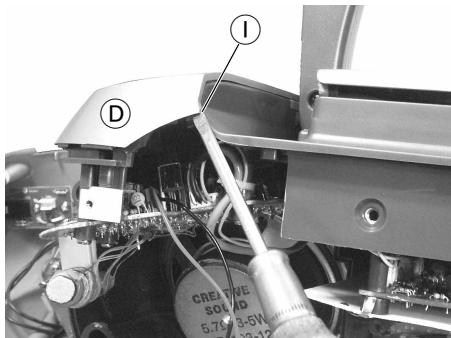
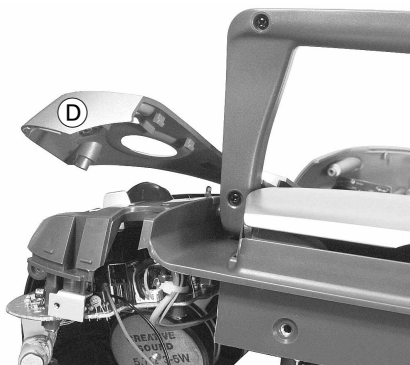

Fig. 6
Fig. 8
Die Abdeckungen werden durch Rastnasen gehalten und sind **zusätzlich** an den **markierten** Stellen **verklebt**. Abdeckungen (C) und (D) an den Punkten (I) (Fig. 6 und 7) **vorsichtig** abhebeln. Diese Abdeckungen **vorsichtig** nach oben biegen (bei Bedarf die Abdeckungen durch **vorsichtiges** Abhebeln ganz abnehmen) und Gehäuseoberteil herausziehen (Fig. 8 und 9). Wenden Sie zuviel Kraft auf, können Rastnasen oder die Blende brechen! In Fig. 2 und 4 sehen Sie die Anordnung der Rastnasen.
The covers are held in place by locking lugs and are **in addition glued** at the **marked** spots. **Carefully** lift off the covers (C) and (D) at the points (I) (Fig. 6 and 7). **Carefully** bend up these covers (if necessary remove the covers completely by **carefully** lifting them off) then pull out the top part of the cabinet (Fig. 8 and 9). If you apply too much force the locking lugs or the trimplate might break! Fig. 2 and 4 show the locations of the locking lugs.